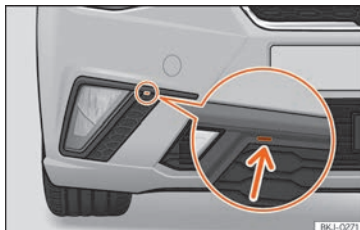

Abb. 52 Nebelscheinwerfer: Gitter herausziehen
- Einen Schraubenzieher in die Kerbe einführen »» **Abb. 52** (Pfeil). Lösen Sie die Klipps an den Rändern des Gitters mit einer kleinen Hebelbewegung heraus.